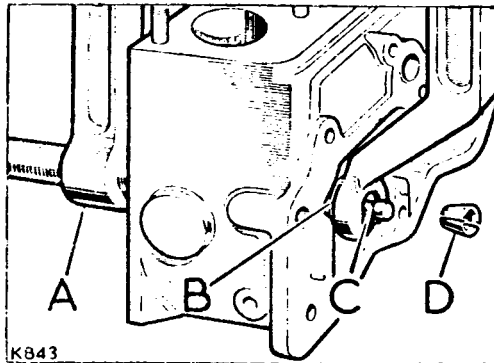

Fig. A4-78.- Desmontaje de válvulas.
- 2.1.- Utilizando el desmontaválvulas (A) (Fig. A4-78), extraer el conjunto de la válvula, muelle (B) y fiador (D). Mantener las piezas desmontadas por conjuntos.
- 6.3.- Montar los muelles y sus tapas y, utilizando el desmonta-válvulas (276102) comprimir aquellos y colocar los fiadores en su alojamiento de los vástagos. (Fig. A4-78).